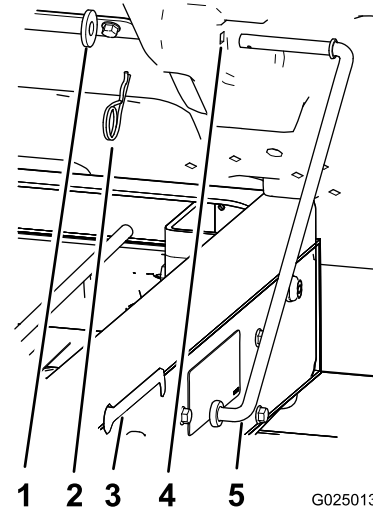

Figura 4
4. Retire o perno de gancho e anilha que prendem a barra de apoio à parte inferior da plataforma (Figura 4).
5. Deslize a barra de apoio para a frente para a remover do suporte na estrutura (Figura 4).